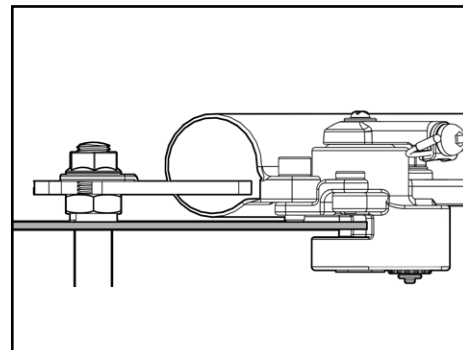
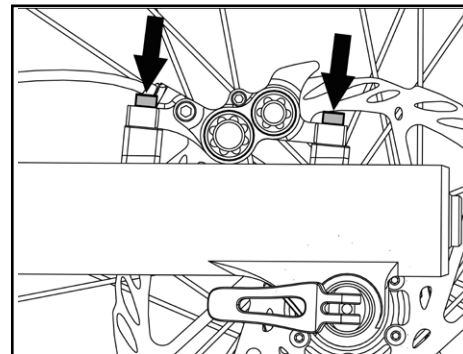

Figure 34
Figure 35
Lorsqu'il est correctement installé, le rotor des freins à disque doit être centré entre les patins de frein et fixé de façon sécuritaire à la roue (voir la Figure 34). Utilisez une clé Allen de 4, 5 ou 6 mm (C) pour vérifier que les boulons de montage du rotor sont bien serrés. Pour serrer le câble de frein, desserrez le boulon serre-câble, tendez le câble et resserrez le boulon (voir la Figure 35).
Vérifiez que les boulons de montage du frein à disque sont serrés uniformément (voir la Figure 35). Sinon, les freins à disque seront mal alignés avec le rotor et ne permettront pas un freinage efficace ou sécuritaire.